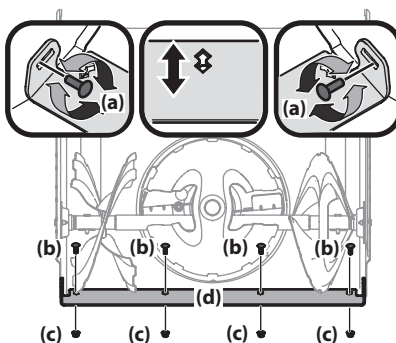

Figura 2-39
3. Afloje los pernos posteriores de las zapatillas antideslizantes (a) a ambos lados de la caja del equipo y extraiga los pernos de carro (b) y las tuercas hexagonales (c) que sujetan la placa de raspado (d) a la caja de la barrena. Vea la Figura 2-39.
4. Regule la placa de raspado en una de las 2 posiciones de montaje. Vuelva a instalar y apriete bien los pernos de carro (a) y tuercas hexagonales (c). Consulte la Figura 2-39.